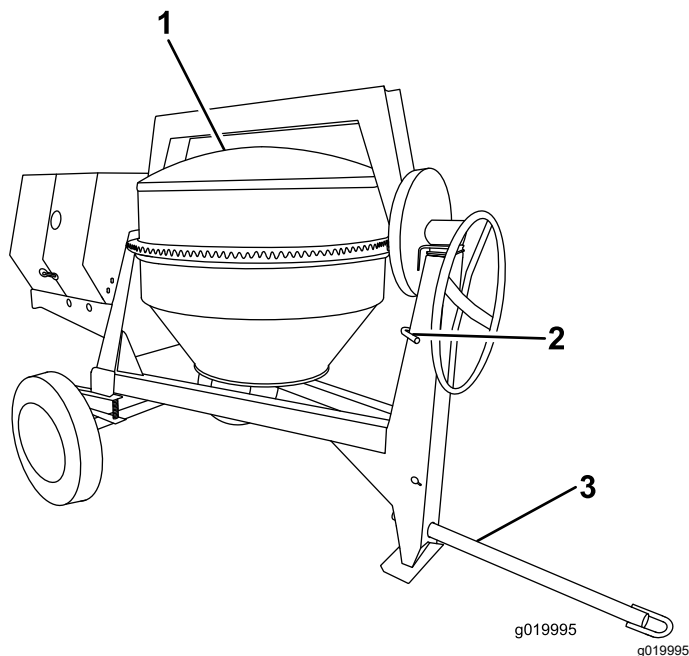

Figura 10
2. Usando el volante, posicione el tambor hacia abajo, hacia el suelo (Figura 10).